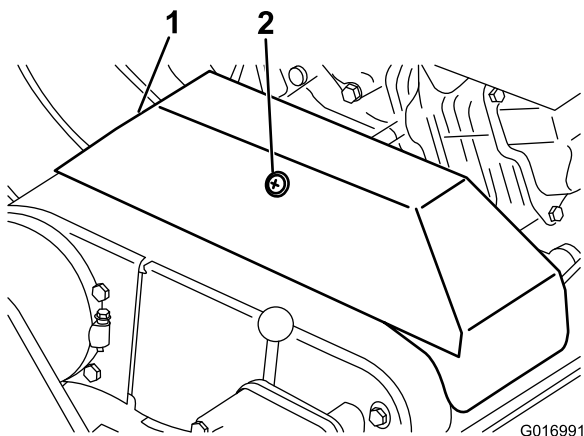

Figura 32
3. Desaperte a fixação que prende a cobertura da correia em V e incline a abertura da cobertura (Figura 32).